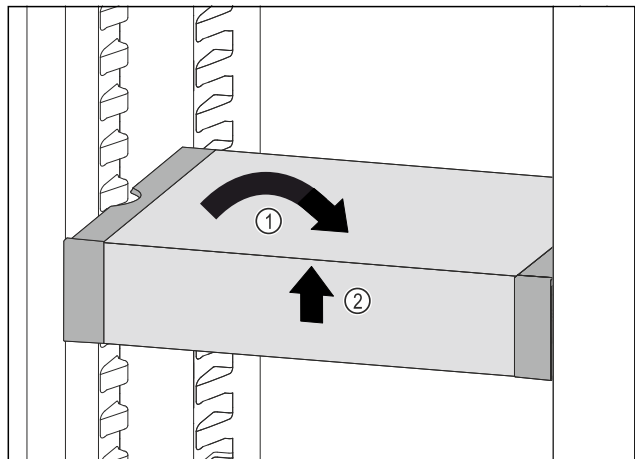

Fig. 113
- ▶ Изправете VarioSafe. Fig. 113 (1)
- ▶ Повдигнете VarioSafe отпред. Fig. 113 (2)